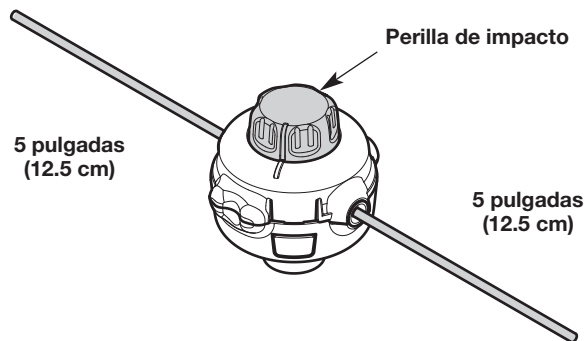

Fig. 20
5. Gire la perilla de impacto para enrollar el hilo hasta que sobresalga aproximadamente 5 pulgadas (12.5 cm) de cada lado del cabezal de corte (Fig. 20).